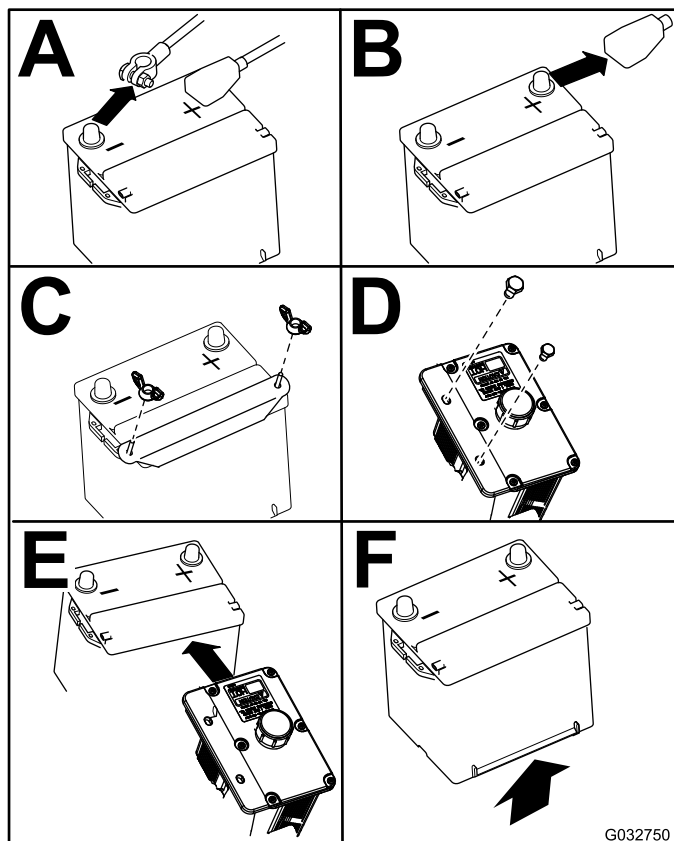

Figura 42
4. Retire la batería según se muestra en la Figura 42.